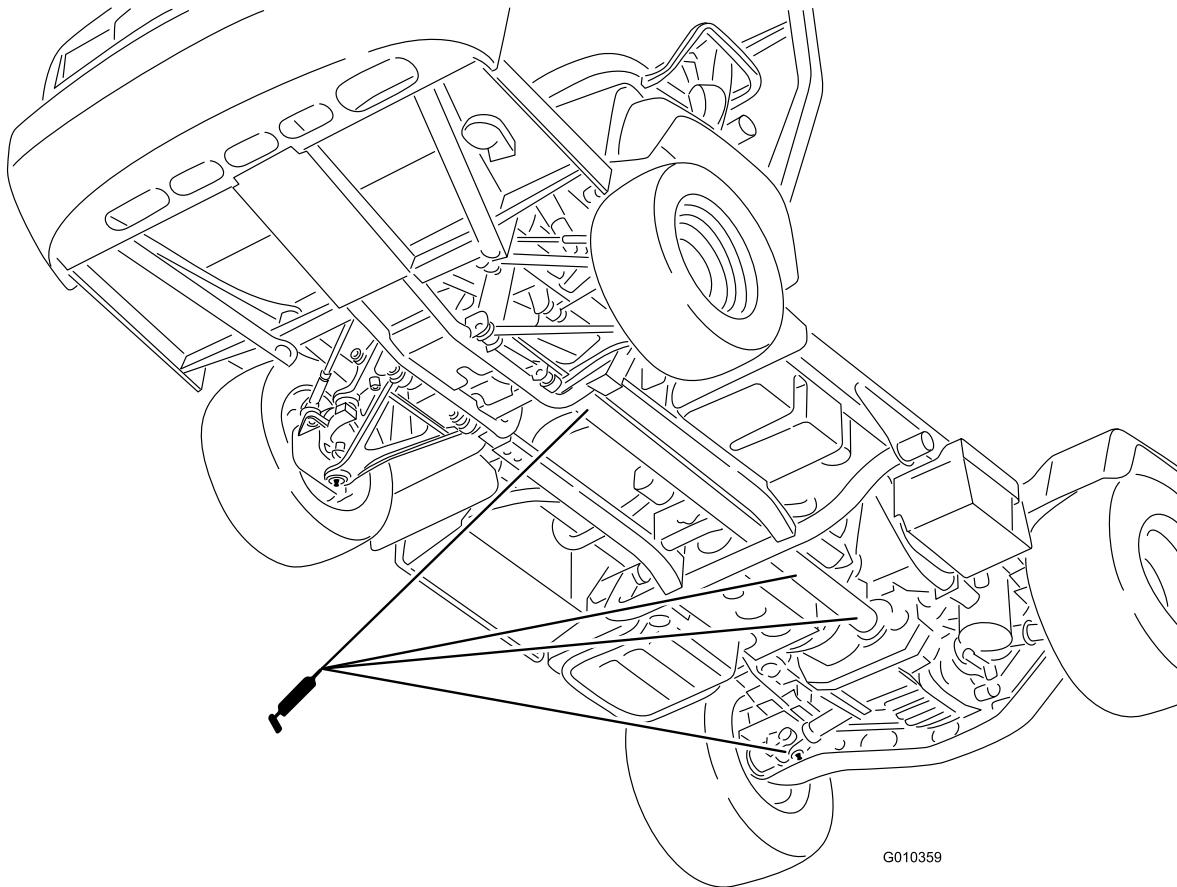

Figura 31
- **Articulación en U (18);** consulte Figura 31
- **Eje de tracción a 4 ruedas (3);** consulte Figura 31